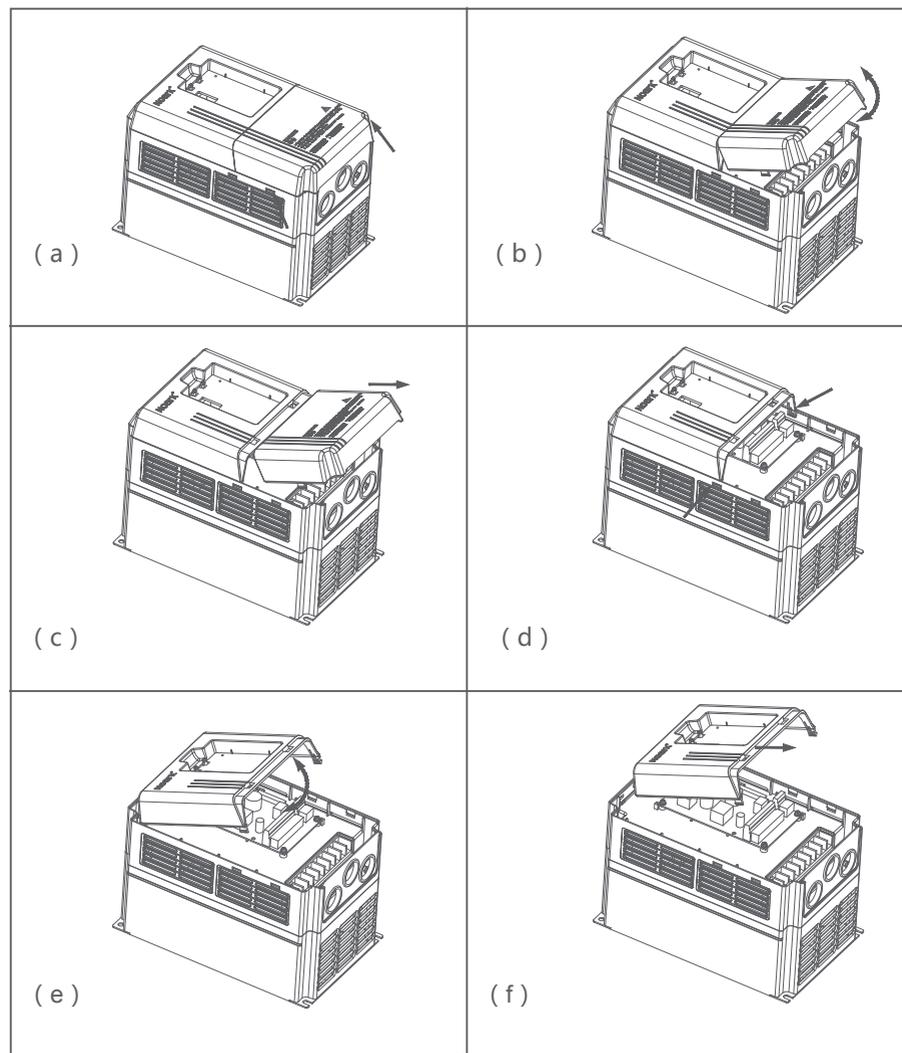

图3-4-2 塑壳盖板的拆卸和安装
变频器的上盖由两块拼装在一起，请按照图3-4-2所示拆卸和安装；在拆卸上盖板前，请先取下操作面板。
- 1) 用小的一字螺丝刀插入两边的卡槽口，轻轻撬下，下盖板就可松动；如图3-4-2 (a) 所示；
- 2) 揭开下盖板，如图3-4-2 (b) 所示；
- 3) 取下下盖板，如图3-4-2 (c) 所示；
- 4) 用小的一字螺丝刀插入两边的卡槽口，轻轻撬下，上盖板就可以动；如图3-4-2 (d) 所示；
- 5) 揭开上盖板，如图3-4-2 (e) 所示；
- 6) 取下上盖板，如图3-4-2 (f) 所示；